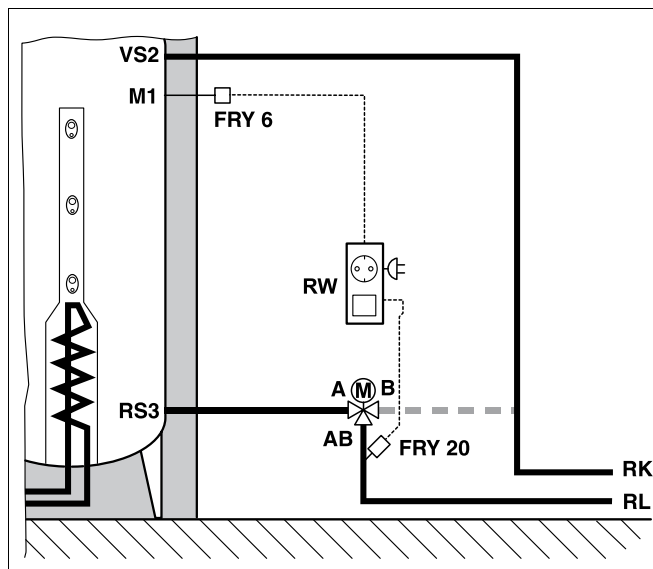
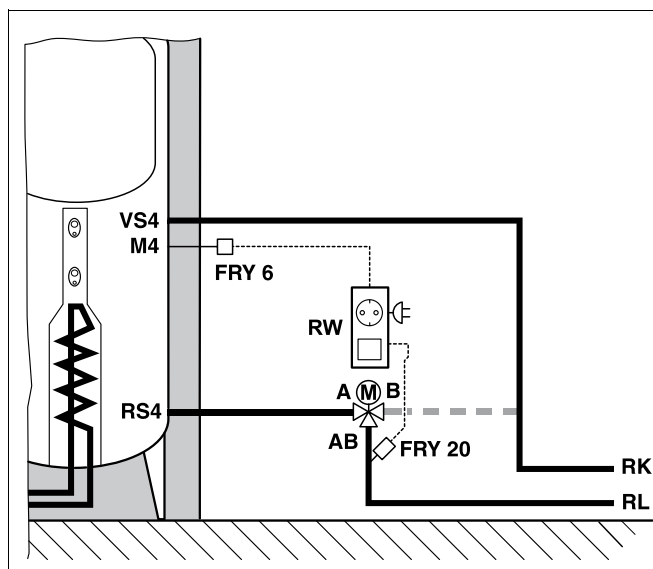

Fig. 3 Esquema de montagem do dispositivo de controlo do retorno – Termoacumulador intermédio
Fig. 4 Esquema de montagem do dispositivo de controlo do retorno – Termoacumulador combinado
- Monte a válvula motorizada de 3 vias na tubagem de retorno entre o termoacumulador intermédio (Fig. 3) ou o termoacumulador combinado (Fig. 4) e a caldeira de aquecimento. Para o efeito, observe a inscrição de ligação na válvula motorizada de 3 vias.
As siglas (Fig. 3 e Fig. 4) correspondem às contidas nas instruções de montagem do respectivo termoacumulador.
- Monte o sensor de contacto do tubo FRY 20, com abraçadeira de tubo fornecida, à tubagem de retorno— aprox. 20 cm antes da válvula motorizada de 3 vias (Fig. 3, Fig. 4, Página 6).
- Monte a sonda do termoacumulador FRY 6 (Fig. 3, Fig. 4, Página 6) na posição prevista para a mesma no termoacumulador.